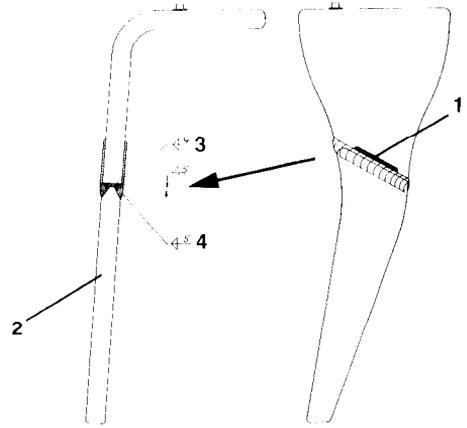

Fig. 38
- Der Zinken ist an der vorgesehenen Markierung (Fig. 38/1) zu durchtrennen.
- Anschweißspitze (Fig. 38/2) mit Wurzellagenschweißung (Fig. 38/3) am Zinkenstummel befestigen
- nach der Decklagenschweißung (Fig. 38/4) ist der Zinken wieder einsatzfähig.